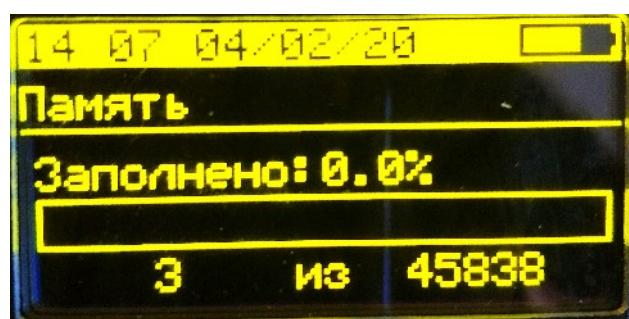

Рисунок 9. Настройки. Память.
6.6.3. «Память» (Рисунок 9). Отображается заполнение внутренней памяти прибора в процентном соотношении. При удерживании клавиши «Enter» в течение 4 секунд появляется диалоговое окно «Очистить память?»; выбрав «Да» все данные будут отформатированы.